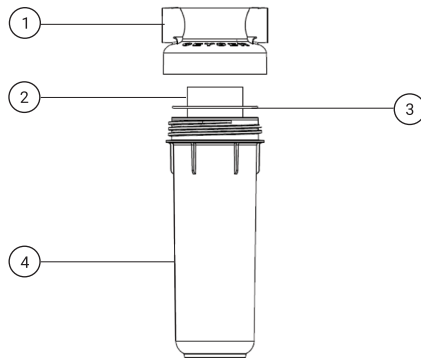

Рис. 13
2. При помощи ключа (входит в комплект поставки) отверните колбу (поз. 4, рис. 13) и замените картридж (поз. 2, рис. 13). Осторожно, в колбе может находиться вода!
3. Уплотнительное кольцо (поз. 3, рис. 13) перед повторной установкой смажьте силиконовой смазкой (не герметиком) или вазелином для более равномерного уплотнения колбы.
4. Наверните колбу (поз. 4, рис. 13) с картриджем на крышку (поз. 1, рис. 13) и подтяните ее ключом. Откройте подачу воды на фильтр.